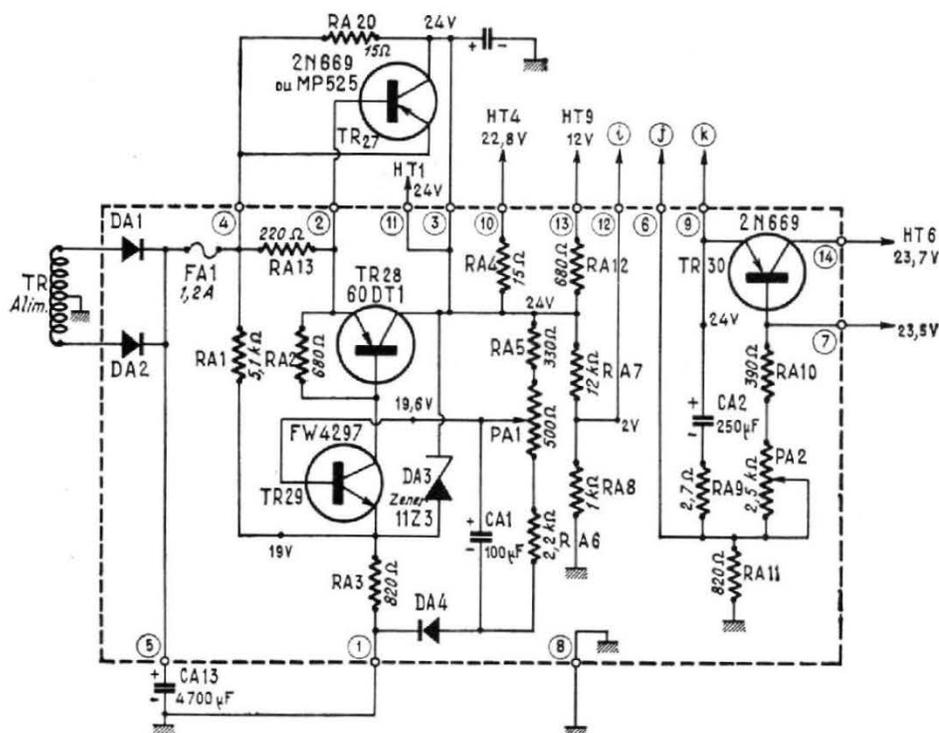

FIG. 15
La partie qui complète la figure 14 est donnée par la figure 15.
- c) Mettre le potentiomètre PA2 (voir figures 15 et 17) au minimum de résistance.